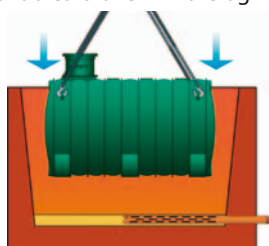

Fig. 2
3. Accertata l'integrità del serbatoio, movimentarlo vuoto (fig. 2), utilizzando gli appositi golfari, se presenti, o utilizzando una braga da passare nelle scanalature del manufatto.